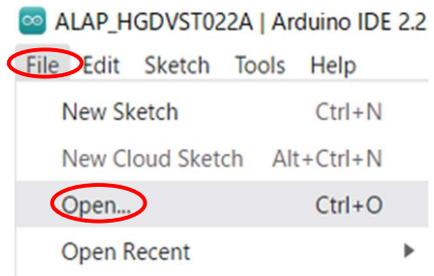

图 3
2. 选择菜单的[file]→[Open]，打开参考代码（文件名.ino）（图 3）。